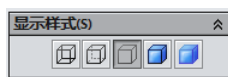

图 5-22 选择显示模式
(1) 在图形区域中选择要改变显示方式的工程图。
(2) 在出现的“工程图视图”属性管理器的“显示样式”栏中选择对应的显示模式, 如图 5-22 所示。